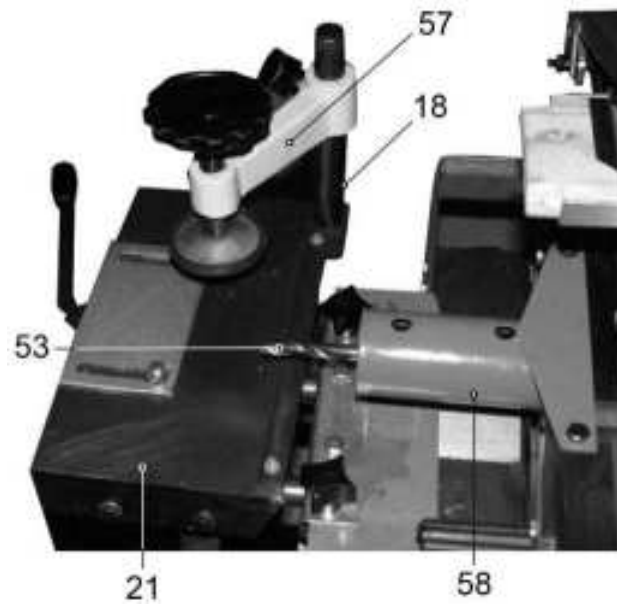
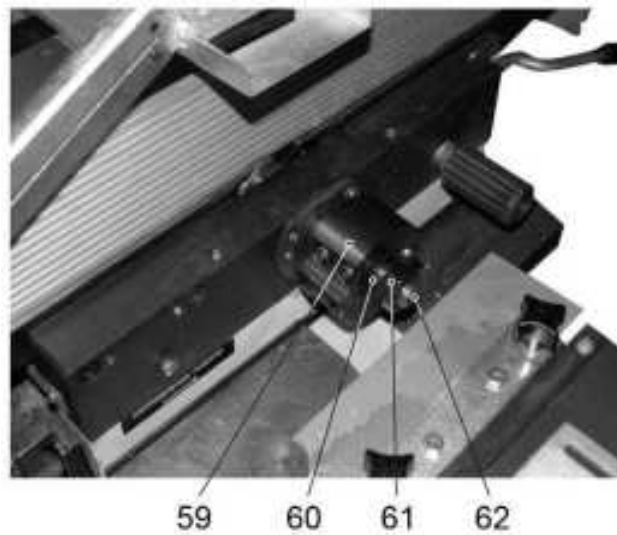
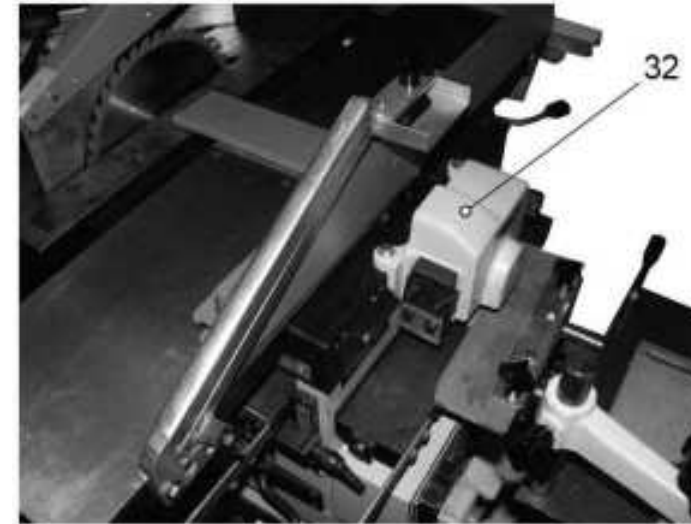

Рис. 12
Рис. 13
Рис. 14
8.3.3. Установите и закрепите защитный колпак (58), Рис. 12.
8.3.5. При установке фрезерной головки (59) (или насадной фрезы) при необходимости установите шайбу (60) так, чтобы перекрыть 1-2 оборота резьбы на шпинделе (62). В противном случае вам не удастся гайкой (61) закрепить фрезу или фрезерную головку, Рис. 13.
8.3.6. Как показано на Рис. 14, установите и закрепите кожух фрезерной головки (32) Рис. 13.
9.1.1. При выполнении фрезерных работ с использованием фрезерной головки (59), Рис. 13, необходимо:
- поворотом ручки фиксации (39) ослабить фиксацию положения фрезерного рабочего стола (28);
- маховиком (41) установить необходимую высоту фрезерного рабочего стола (28);
- маховиком поперечной подачи (37) установить необходимое положение фрезерного рабочего стола (28) относительно фрезерного режущего инструмента;
- установленное положение фрезерного рабочего стола (28) зафиксировать ручкой фиксации (39);
- установить и закрепить подвижный упор (35) так, чтобы заготовка имела свободное продольное перемещение по рабочему столу (28) и не имела поперечного перемещения.
9.1.2. При выполнении фрезерных работ с использованием пальчиковой фрезы (52), Рис. 12, необходимо: